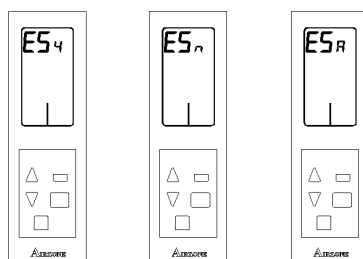

Fig. 71
- **Direzione delle zone secondarie ES:** Mostra le uscite di controllo secondarie associate al termostato, se appare il valore $\bar{n}$, indica che il termostato non ha uscite secondarie associate. Per visualizzare, aggiungere o togliere una uscita secondaria al termostato premere ☐, il valore della zona inizierà a lampeggiare. Utilizzare le frecce $\Delta \nabla$ per vedere le uscite secondarie associate. (Fig. 71)